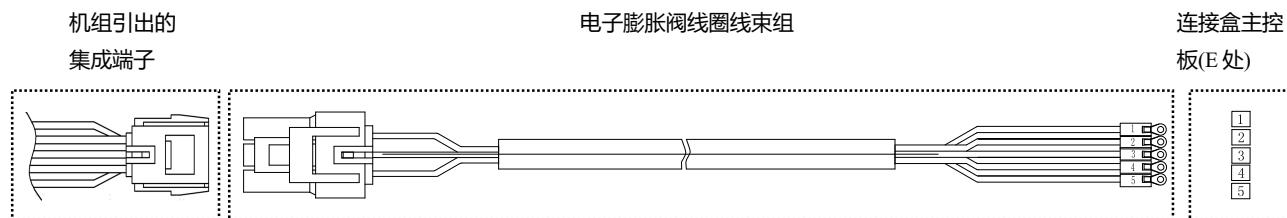

图 6.4 电子膨胀阀线圈接线示意图
6) 电子膨胀阀线圈：工厂内已经装配完成，每个独立盘管预留一个或两个集成端子；厂外需采用连接盒随机附件或机组随机附件袋中的电子膨胀阀线圈线束组件与此集成端子对接，然后将电子膨胀阀线圈线束组件中每个端子对应颜色跟标签固定至连接盒端子上 (E 处)。见下图 6.4：